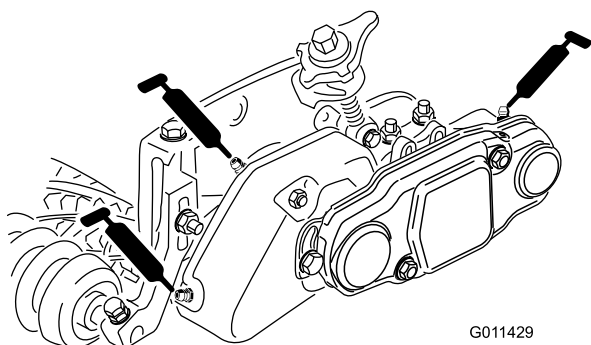

Рисунок 37
49. Заполните консистентной смазкой каждый корпус подшипника барабана (Рисунок 37). Излишек смазки будет выдавлен между внутренними уплотнениями и ограждениями уплотнений.
50. Смажьте консистентной смазкой каждый подшипник механической щетки (максимум 2 или 3 качания смазочным шприцем) (Рисунок 37). Не допускайте чрезмерного смазывания, так как слишком большое количество консистентной смазки может нарушить герметичность. Удалите излишки консистентной смазки.